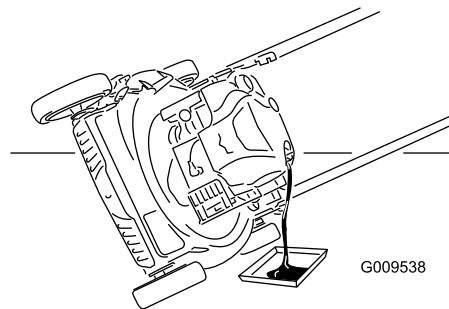

Figura 20
7. Inclinate la macchina sul fianco, con il tubo di riempimento dell'olio in basso, per vuotare l'olio usato attraverso il tubo di riempimento in una bacinella di spurgo (Figura 20).